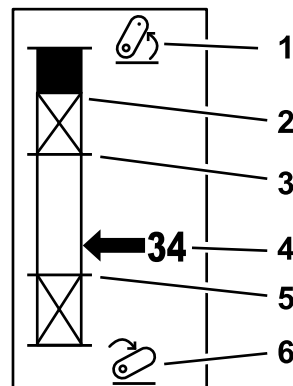

Figure 22
2. Démarrez la machine Outcross et parcourez tous les écrans de l'affichage d'état pour la hauteur d'attelage 3 points (Figure 22).
3. Montez ou baissez l'attelage 3 points et notez la valeur correspondant à la position de l'attelage à la position de transport, la position de manœuvre, la position de travail maximale et la position de travail minimale (Figure 22).
Il s'agit de la hauteur de levage maximale d'un accessoire 3 points. Réglez cette position en levant l'accessoire à la hauteur maximale autorisée ou à l'angle maximal pour un arbre de PDF non engagé, selon la première éventualité. Notez la position de la hauteur indiquée sur l'écran d'état et saisissez-la dans le paramètre sur l'écran de l'InfoCenter (Figure 22).
hauteur indiquée sur l'écran d'état et saisissez-la dans le paramètre sur l'écran de l'InfoCenter (Figure 22).
Levez l'accessoire au point le plus élevé autorisé et notez la position de la hauteur indiquée sur l'écran d'état ; saisissez-la dans le paramètre sur l'écran de l'InfoCenter (Figure 22).
Abaissez l'accessoire au point le plus bas autorisé et notez la position de la hauteur indiquée sur l'écran d'état ; saisissez-la dans le paramètre sur l'écran de l'InfoCenter (Figure 22).